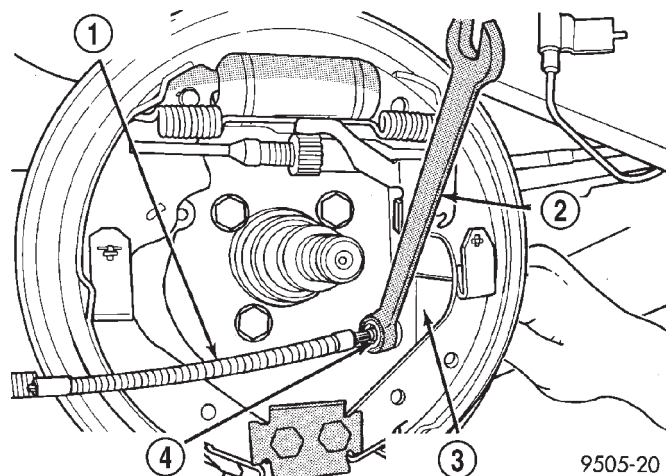

Fig. 33 Desmontaje de cable de freno de estacionamiento
• Retire el cable del freno de estacionamiento de la placa de apoyo del freno trasero. El cable del freno de estacionamiento puede desmontarse de la placa de apoyo del freno utilizando una llave de tubo de 12,7 mm (½ pulg.) para comprimir las garras de retención del retenedor del cable del freno de estacionamiento (Fig. 33).